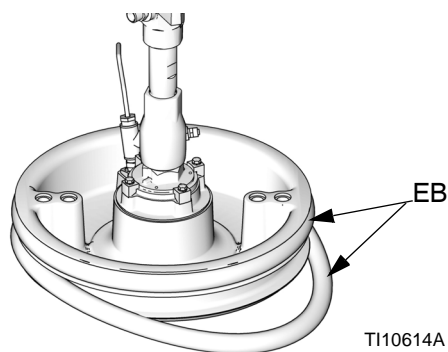

図 34
1. ワイパー (EB) への損傷を防ぐために木製またはプラスチックの工具を使用してシール溝からすべての物質を排除します。
2. 下部から作業し、ワイパー (EB) をプラテン (AD) の背後を覆うように曲げます。図 34 を参照してください。
3. ワイパー (EB) を上部の溝に挿入してワイパーの前部を溝の中に這わせませます。
4. 55 ガロンのプラテンを使用している場合は、2 番目のワイパー (EB) を下部の溝に挿入してワイパーの前部を溝の中に這わせませます。